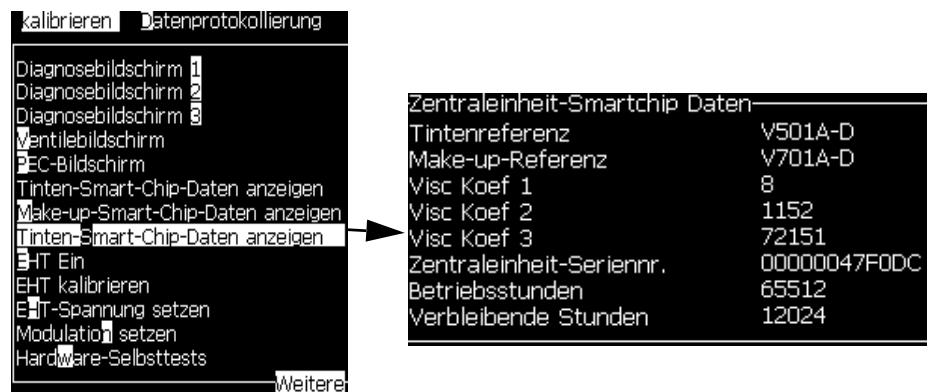

Abbildung 4-17: Smartchip-Daten Tintenkerne betrachten
- 1 Wählen Sie „Smartchip-Daten Tintenkerne betrachten“ im Menü Kalibrieren (Abbildung 4-17).